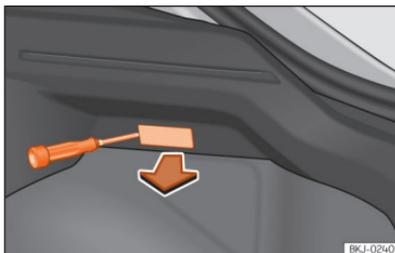

Fig. 177 Luz da bagageira.
- Extraia a tulipa pressionando o rebordo da parte interior da mesma, com a ajuda da parte plana de uma chave de parafusos »» **Fig. 177**.